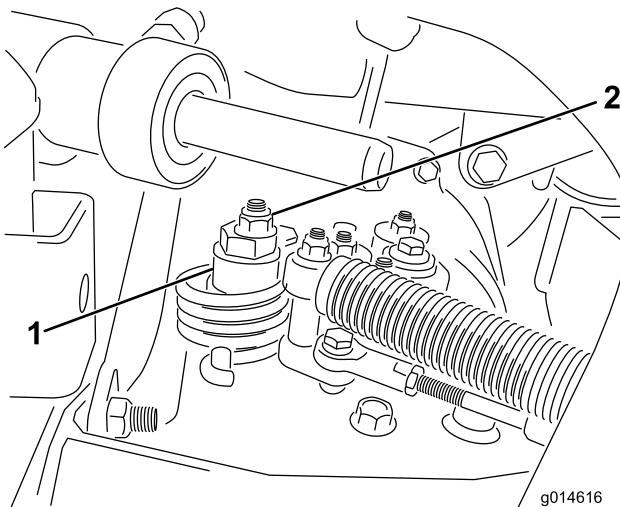

Figure 47
- A. Desserrez l'écrou de fixation de l'excentrique en haut de l'hydrostat (Figure 47).
- C. Tournez l'excentrique jusqu'à ce que la roue ne tourne plus dans aucune direction. Lorsque la route arrête de tourner, serrez l'écrou pour bloquer l'excentrique et le réglage (Figure 47). Vérifiez le réglage avec la commande d'accélérateur en position bas régime, puis haut régime.